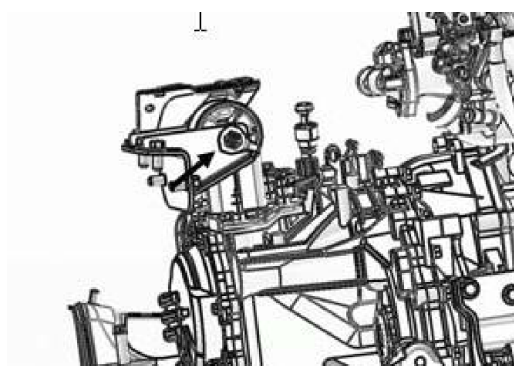

图 11
2.8.3 拆下发动机左悬置安装支座与左悬置安装支架之间相连接的 1 个横穿螺栓和 1 个防转螺母 (如下图 11 所示)。
母打力矩为 85 N.m（如图 11 所示）
2.9.3 调整发动机的姿态使左悬置支架与左悬置支座上的安装孔对齐（如图 11 所示），穿入螺栓后带上防转螺母后打紧。